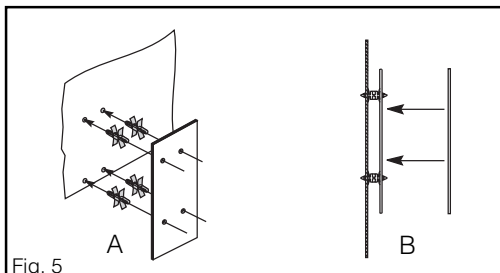

Fig. 5
- 1 - Encliqueter les supports de fixation dans les trous (fig. 5 A)
- 2 - Mettre la carte en place (fig. 5 B)